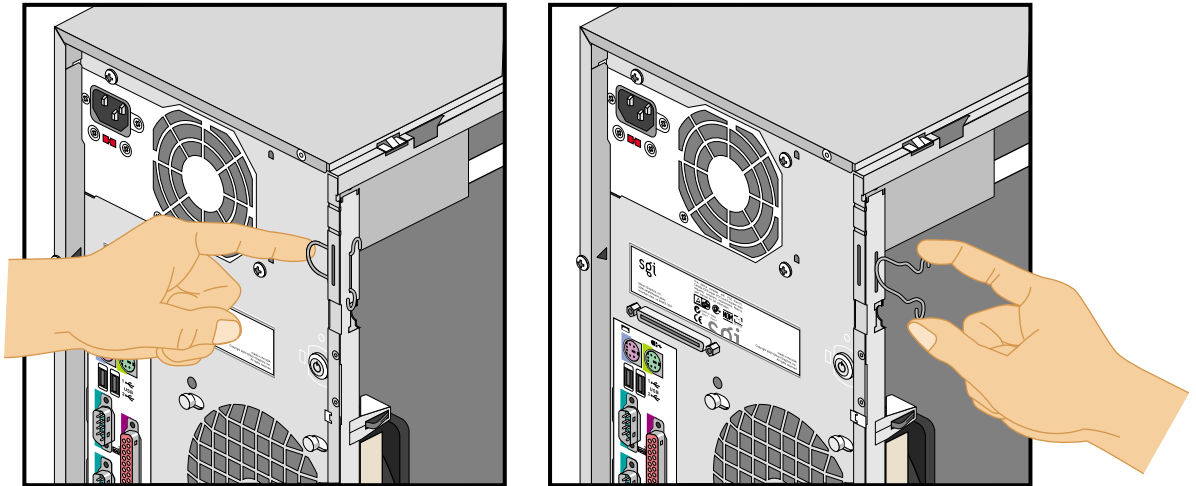

Abbildung 2-28 Herausnehmen der Verriegelungsöse aus der Aufbewahrungsaussparung
3. Nehmen Sie die Verriegelungsöse aus der Aufbewahrungsaussparung, indem Sie sie am offenen Ende zusammendrücken und aus dem Gehäuse herausschieben. Abbildung 2-28 veranschaulicht das Vorgehen.